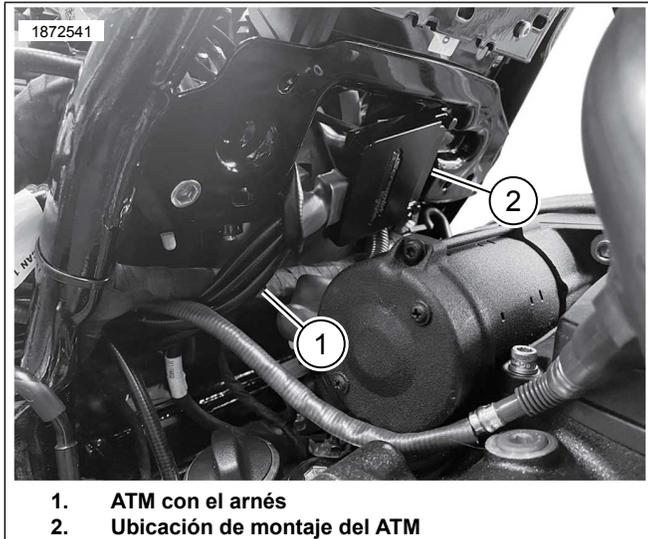

Figura 5. Ubicación de montaje del ATM
11. Ver Figura 3 y Figura 5. Instale el ATM (Automatic Tuning Module/Módulo de Ajuste Automático) (1) en la pared exterior del área de la batería, detrás del cilindro trasero con los cables apuntando hacia el lado derecho del vehículo.
13. Ver Figura 5 . Instale el ATM.
- Retire el recubrimiento del dorso adhesivo de la cinta Dual Lock e instale el ATM (1) en el exterior del área del compartimiento de la batería, detrás del cilindro trasero.
- a. Ver Figura 4 y Figura 5. Para eliminar la holgura excedente del arnés, coloque el arnés del sensor de oxígeno trasero en el área de la cubierta lateral a lo largo del mismo enrutamiento que otros conectores.